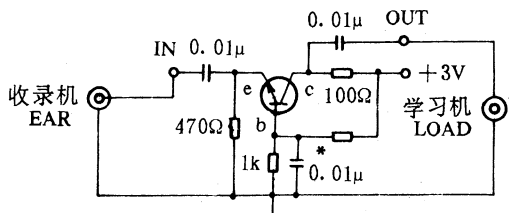

图2
2. 我们知道,共基极三极管放大电路具有输入阻抗低,输出阻抗高的特点,利用这一特性,我们可制一阻抗变换器(见图2)。